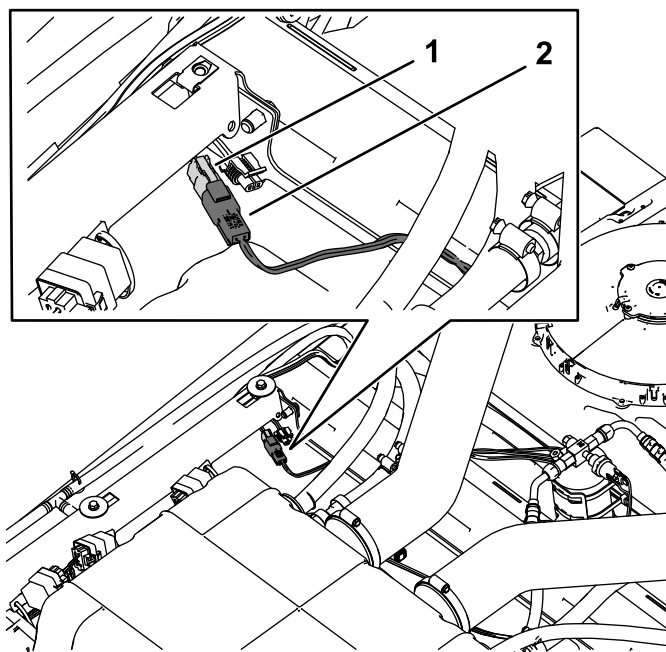

Figura 2
2. En la parte superior de la cabina, localice el conector hembra de 2 vías suelto en el arnés de cables de la cabina y conecte el conector de alimentación del arnés de la baliza (Figura 2).